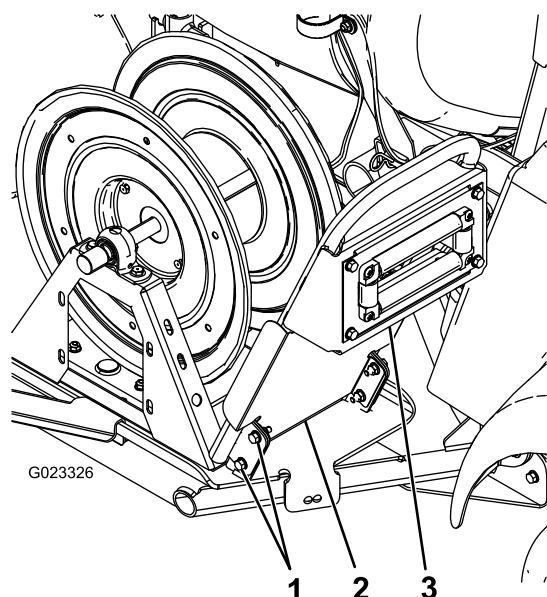

Figura 8
5. Monte provisionalmente el asa en el soporte giratorio con 4 pernos (5/16 pulgada) (Figura 8).
6. Sujete el guardabarros y el asa al soporte giratorio usando los pernos instalados en el paso 5 y 4 tuercas con arandela prensada (5/16 pulgada) (Figura 8).